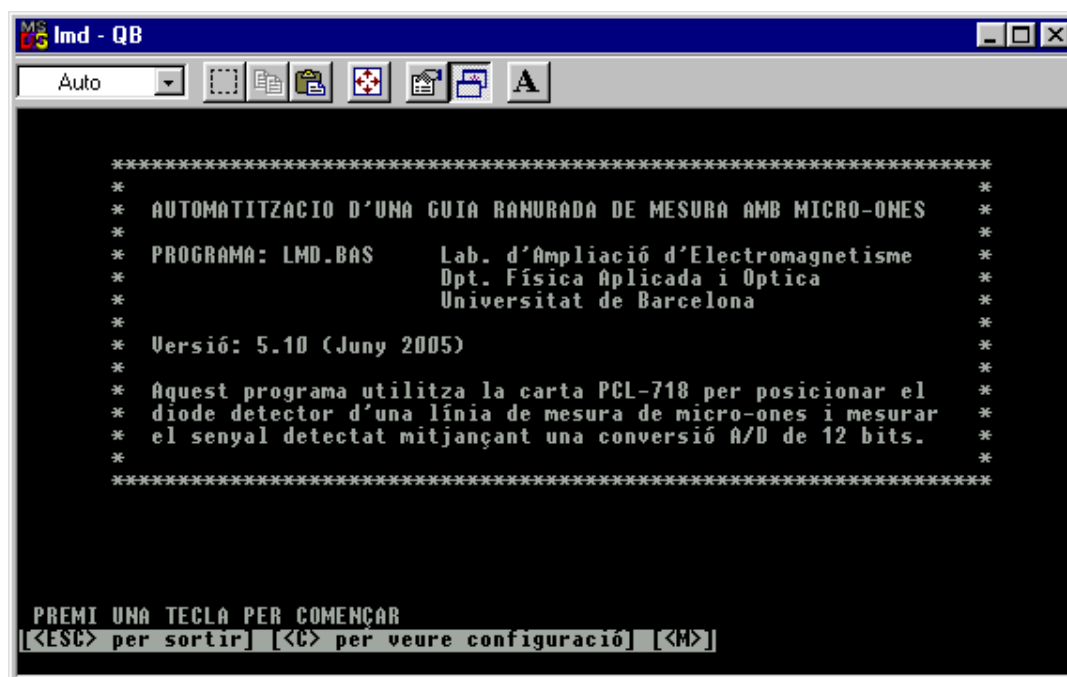

Figura 14
- b) *Posta en marxa del programa de control de la posició de l'antena i d'adquisició de dades:* Si premeu l'accés directe "lmd.bat", es carregarà el programa de control del posicionament de l'antena i de l'adquisició de dades. Aquest programa treballa a l'entorn DOS i està programat amb *Quick Basic* (figura 14).